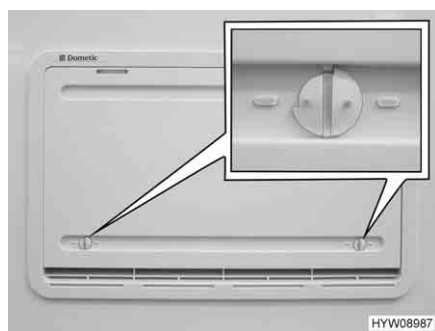

Bild 228 Vinterskydd
Vinterskydd När kylskåpet ska vara i drift vid låga utetemperaturer, rekommenderar tillverkaren användning av ett vinterskydd (Bild 228) för kylskåpets ventilationsgaller.
- Öppna båda lås (Bild 228) (noten står horisontellt).